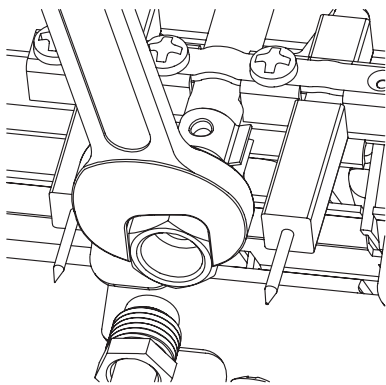

Figura 5.2
- Inserire l'iniettore e la guarnizione contenuti nel kit trasformazione (Figura 5.2).